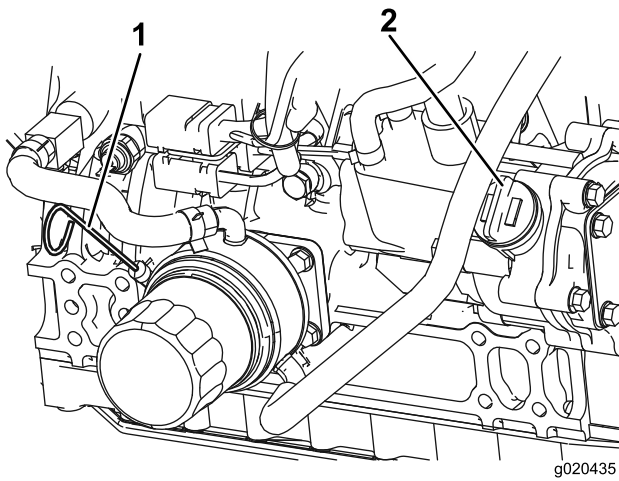

Figura 29
El nivel de aceite debe estar en el intervalo seguro (Figura 29).
4. Si el nivel de aceite está por debajo del intervalo seguro, retire el tapón de llenado (Figura 29) y añada aceite hasta que el nivel llegue a la marca Full (lleno). **No llene demasiado.**